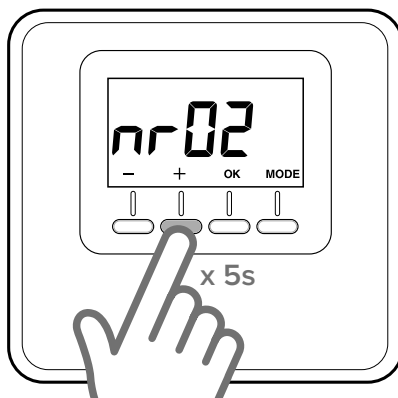

Fig. 15
- Premere per 5 secondi il tasto “+” sul sensore ambiente. Il display mostra il parametro “nr02” (fig. 15).